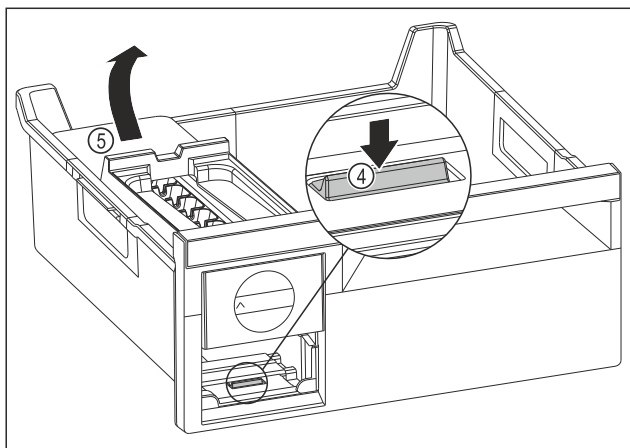

Fig. 105
- Heqja e kutisë EasyTwist-Ice: Shtypni me gisht gjuhëzën Fig. 105 (4) për poshtë dhe në të njëjtën kohë ngrini lart kutinë EasyTwist-Ice Fig. 105 (5) nga prapa me dorën tjetër.